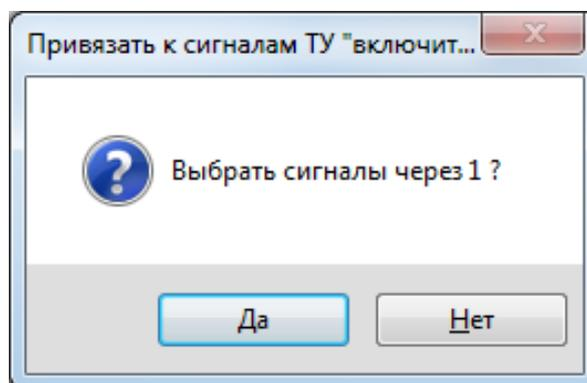

Рис. 6.34. Запрос «мастера» для выбора сигналов через 1.
- Мастера «Привязать к сигналам ТУ 'включить'» и «Привязать к сигналам ТУ 'отключить'» могут выбирать сигналы через 1, для этого будет задан вопрос (смотрите Рис. 6.34);